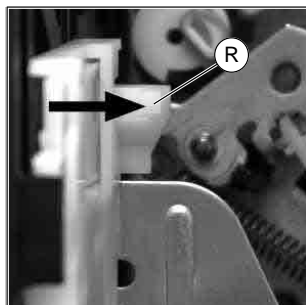
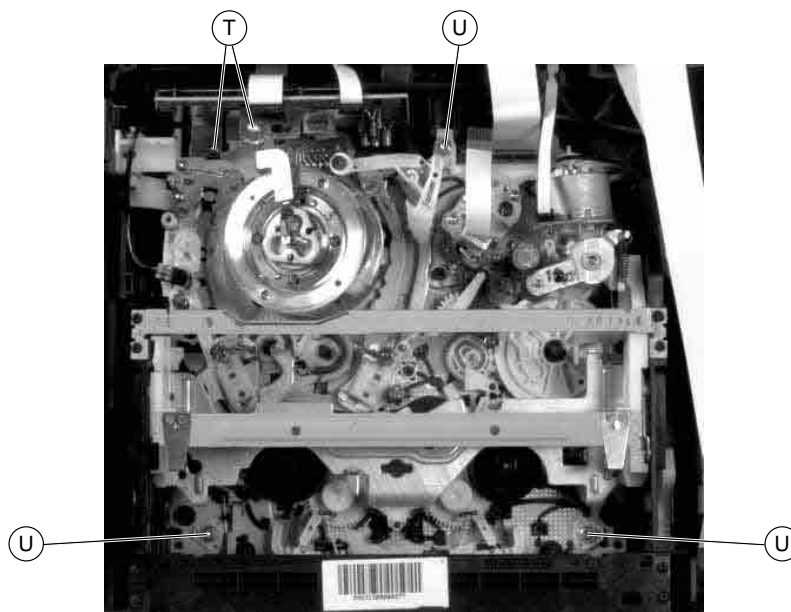

Fig. 8
Fig. 10
- Schrauben (T) entfernen, Steckverbindungen lösen und Kopfverstärkerplatte nach oben herausziehen (Fig. 10).
- Arretierungen (R) (Fig. 8) und (S) (Fig. 9) des Cassettenschachtes lösen und diesen dabei so weit nach innen schieben, bis die Schrauben (U) (Fig. 10) zugänglich sind.
- Schrauben (U) entfernen (Fig. 10) und gegebenenfalls Steckverbindungen zur Elektronik lösen.
- Undo the screws (T), unplug the connectors and raise the Head Amplifier Board to remove it (Fig. 10).
- Release the locks (R) (Fig. 8) and (S) (Fig. 9) of the cassette compartment and move it inwards to gain access to the screws (U) (Fig. 10).
- Undo the screws (U) (Fig. 10) and unplug the connectors to the electronics if necessary.